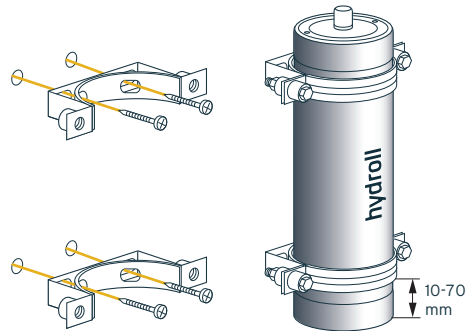

FIGURA 5.3 Posições de fixação recomendadas
7. Fixe o acumulador com as braçadeiras fornecidas pelo fabricante, como ilustrado na Figura 5.3.